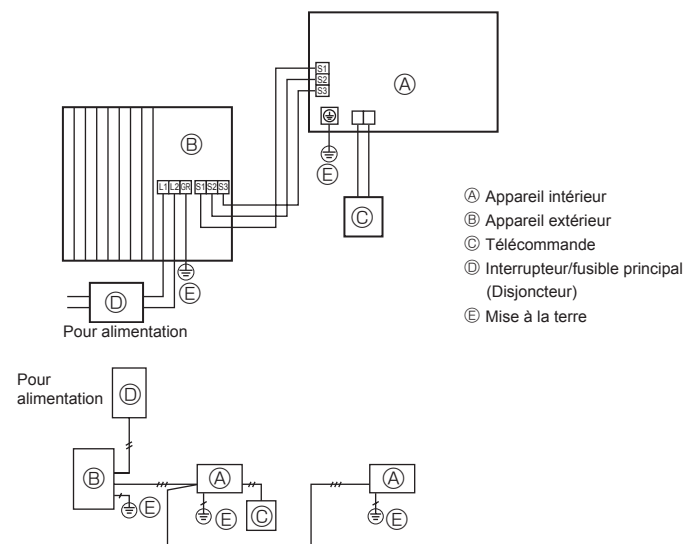

Fig. 6-1
### 6.1. Appareil extérieur (Fig. 6-1, Fig. 6-2)
- ① Retirer le panneau de service.
- ② Effectuer le câblage conformément aux figures 6-1 et 6-2.